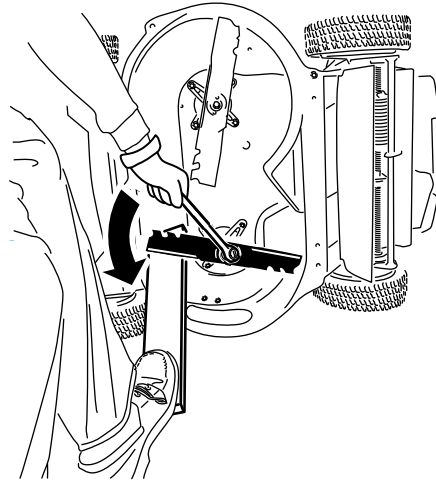

Figura 41
1. Utilize um calço de madeira para segurar cada lâmina e rode o parafuso da lâmina no sentido contrário ao dos ponteiros do relógio como se mostra na Figura 41.